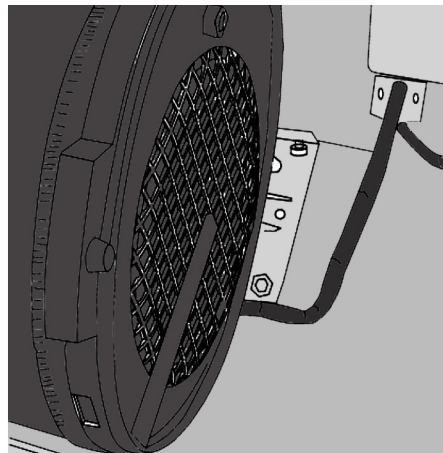

Figure 8
- Le câble électrique n'est pas pris sous la sortie du moteur (Voir figure 8).